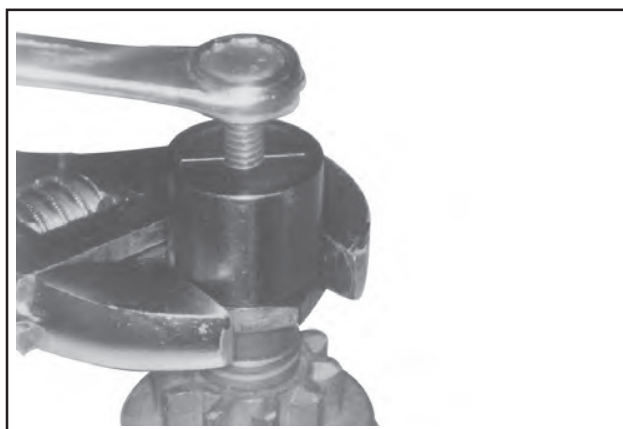

Abbildung 8-37. Dichtung des Werkzeugs und Drehung der mittleren Schraube (Uhrzeigersinn) für die Entfernung des Halterings.
5. Die mittlere Schraube in das Demontagewerkzeug einsetzen, bis ein Widerstand spürbar ist. Mit einem Schlüssel (1- 1/8 Zoll oder verstellbar) die Basis des Demontagewerkzeugs festhalten. Mit einem weiteren Schlüssel oder Steckaufsatz (1/2 Zoll oder 13 mm) die mittlere Schraube im Uhrzeigersinn drehen (siehe Abbildung 8-37). Der Widerstand an der mittleren Schraube zeigt an, wann der Haltering aus der Aussparung in der Ankerwelle gesprungen ist.